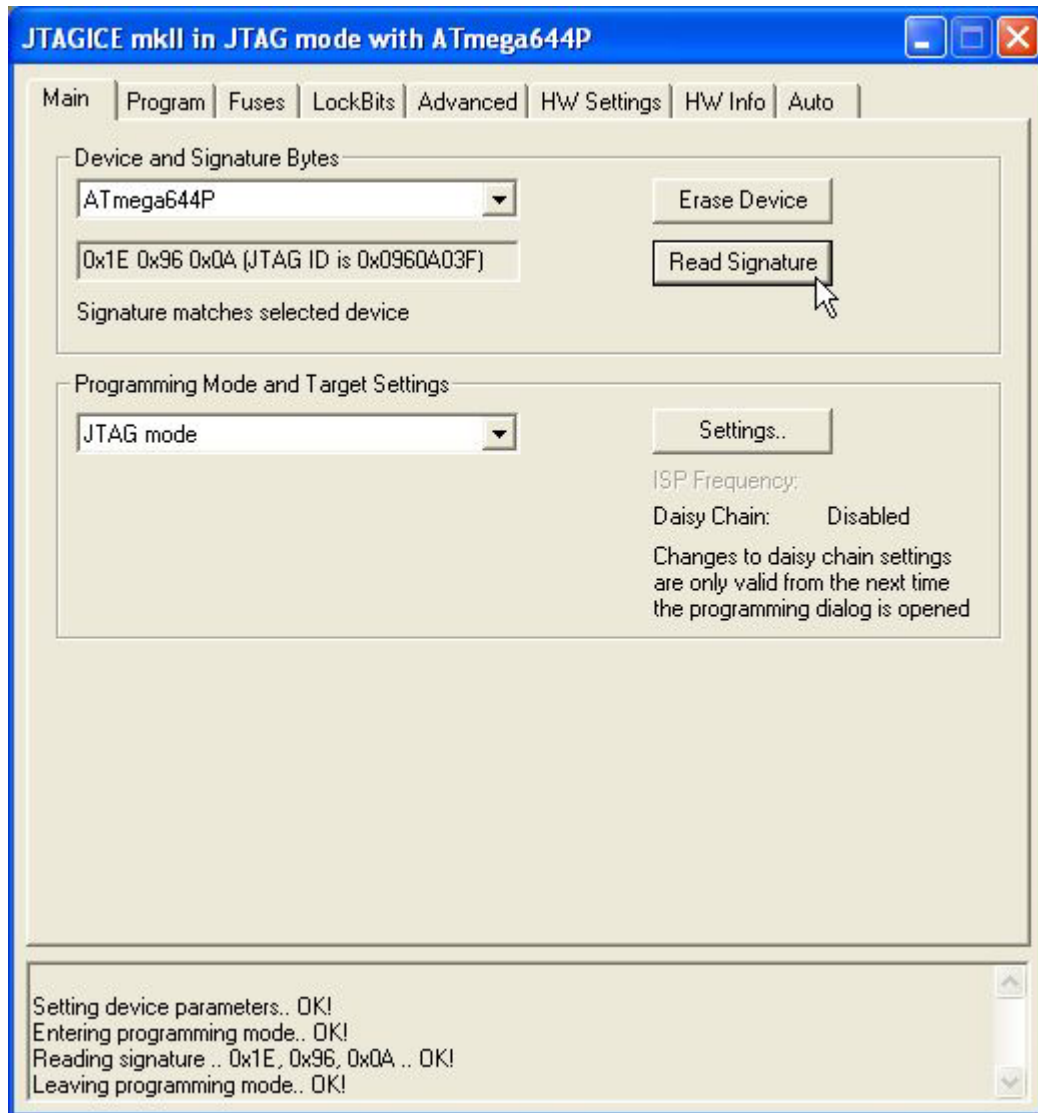

FIGURA D18: IMPOSTAZIONI AVR STUDIO PER JTAGICE MK II
- j) Nella sotto finestra *Main* selezionare il microcontrollore *ATmega1284P* selezionare il collegamento *JTAG mode* e premere il pulsante *Read Signature* per verificare che il programmatore stia lavorando correttamente, come indicato in figura D18.